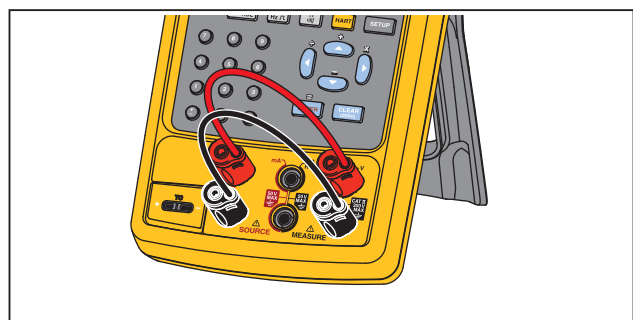

Figure 2. Connexions du cavalier
2. Connectez la sortie de tension à l'entrée de tension. Pour ce faire, connectez la paire gauche des jacks (V Ω RTD SOURCE) à la paire droite des jacks (V MEASURE). Voir la Figure 2.